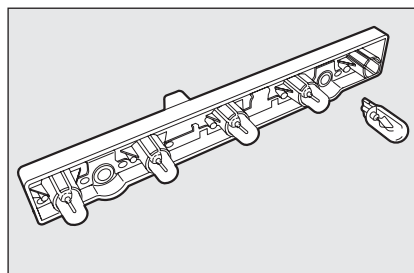

fig. 26
- ☐ desfilare y reemplazar las lámparas fig. 26.